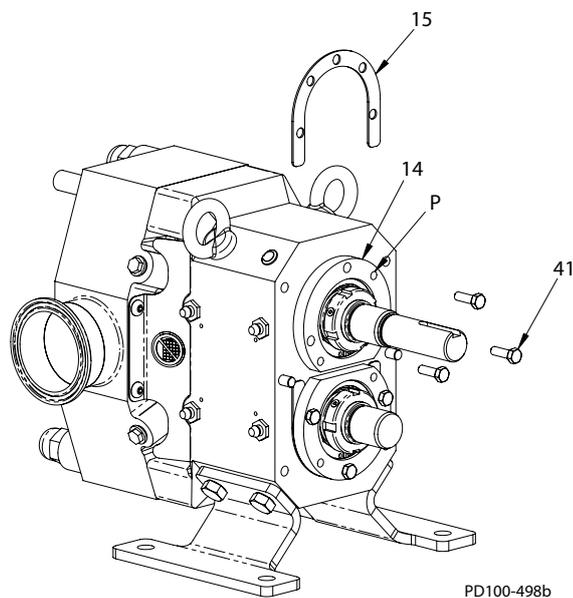

Figura 58 - Instalar Calços
3. Escolha uma combinação de calços (Figura 58, item 15) para alcançar uma espessura tão aproximada quanto possível da quantidade calculada. Não exceda a quantidade calculada.
4. Remova os parafusos da caixa de mancais (Figura 58, item 41), instale os calços selecionados na Etapa 3, e reinstale os parafusos. Para fornecer folga aos calços, mova o eixo na direção traseira batendo levemente no rotor com uma marreta de face macia ou instalando dois parafusos nos orifícios de elevação (item P) no flange da caixa de mancais (item 14).